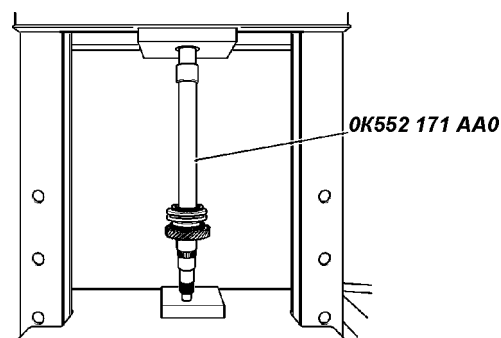

Рис. 6.24. Установка ступицы обоймы синхронизатора 5-ой передачи и заднего хода
3. При помощи приспособления SST (0K552 171 AA0) установите ступицу 40 в сборе, муфту синхронизатора 5 передвчи и заднего хода, как показано на рис. 6.24.